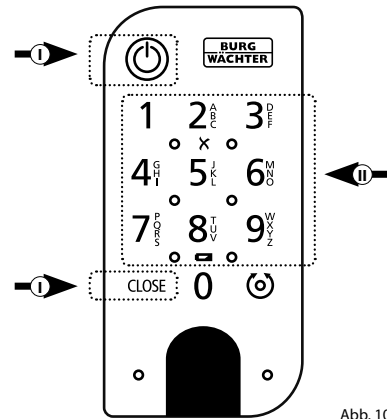

Abb. 101
- 1 Aktivieren Sie die Tastatur, indem Sie entweder die ON-Taste oder die CLOSE-Taste drücken (I) (Abb. 101).
- 2 Tippen Sie Ihren 6-stelligen Administratorcode oder Benutzercode ein (II) (Abb. 101).